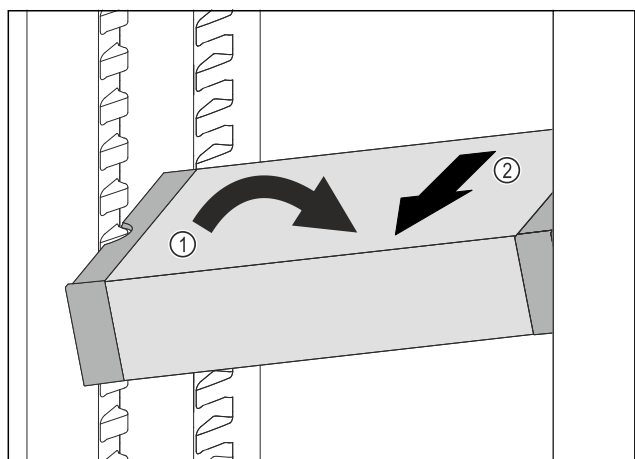

Fig. 84
- ▶ Встановити VarioSafe під кутом в охолоджувальному відділенні. Fig. 84 (1)
- ▶ Витягнути VarioSafe вперед. Fig. 84 (2)